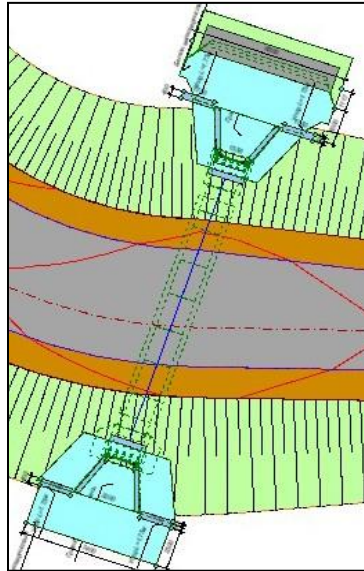

Рис. 28.18
*На заметку В 1-ой версии системы граница укрепления откосов (верх-низ) создается всегда по нормали к продольной оси трубы, даже если угол пересечения трубы с осью дороги не равен  $90^\circ$  (рис. 28.18).*